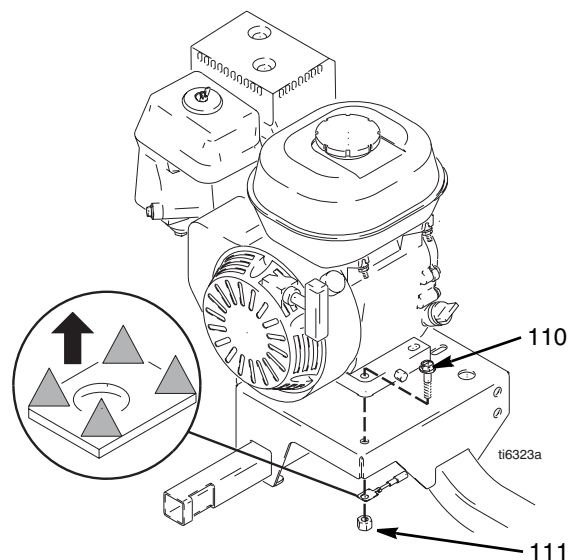

Рис. 13
3. Рис. 13. Скрутите две контргайки (111) и выкрутите два винта (110) от базовой плиты двигателя.
2. Рис. 13. Установите два винта (110) в базовую плиту двигателя и закрепите их контргайками (111). Затяните их с усилием в 27,12 Нм.
2. Рис. 13. Выкрутите два винта (108) и снимите крышку (62а).